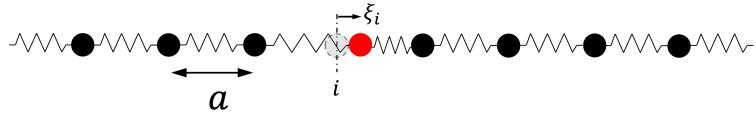

图 10. 纵波的弹簧-质点链模型
1. 纵波 考虑一个一维弹簧-质点链，如图 10 所示。第 i 个质点的运动根据牛顿第二定律为，